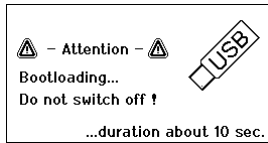

Fig. 36
La estación de soldar WX 2 detecta automáticamente el equipo que está conectado. La estación de soldar WX 2 muestra en la parte izquierda (interfaz delantera (11), véase la Fig. 36) o en la parte derecha (interfaz trasera) el símbolo o el nombre del equipo adicional conectado (31/25).